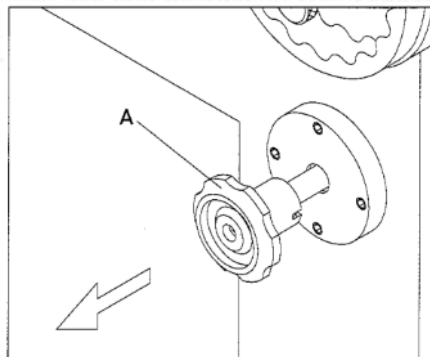

Abbildung 18 Spindelarretierung
- Knopf (C) Abb.18 am Handrad (B) lösen.
- Der Arretierhebel (D) an der rechten Maschinenseite lösen.
- Handrad (B) bis zur gewünschte Schwenkposition drehen. Eine Anzeige ermöglicht eine bequeme Gradeinstellung.
- Knopf (C) und Arretierhebel (D) festziehen.